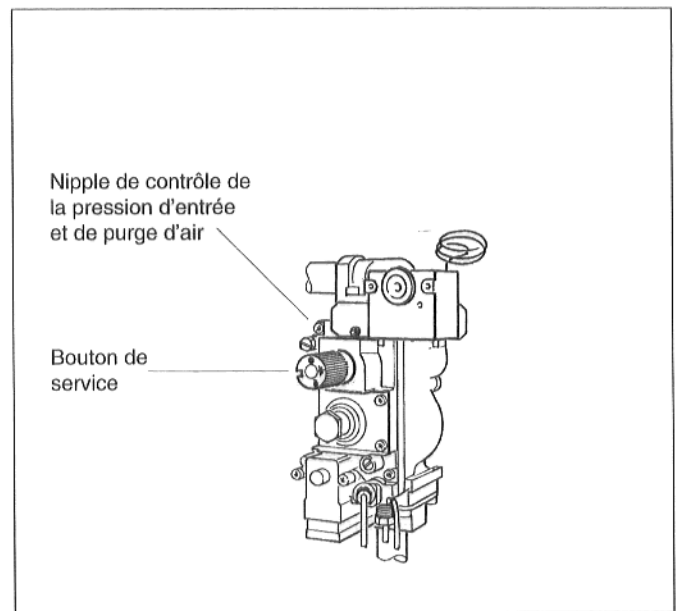

Fig. 25
- Retirer la vis de fermeture du nipple de contrôle de la pression d'entrée du bloc gaz du brûleur (fig. 25).